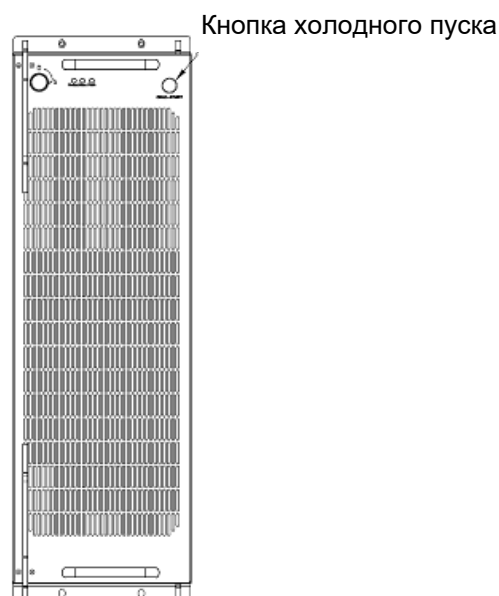

Рисунок 21. Кнопка холодного пуска на модуле байпаса.
3. Нажмите кнопку холодного пуска на модуле байпаса, см. рисунок 21.